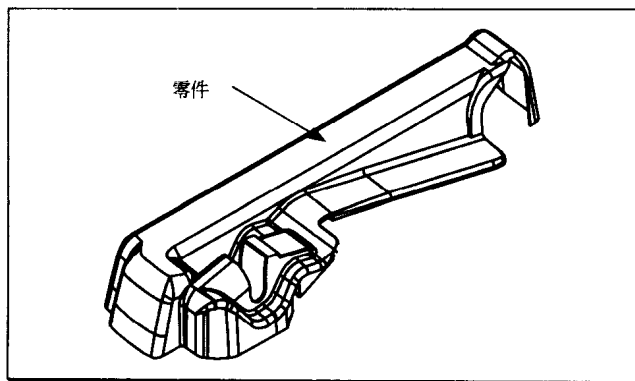

图 1-9 零件几何体
- 2) 毛坯(Blank)几何体: 毛坯是欲加工成 3D 模型形状的材料, 一般均为大于 3D 模型的矩形体。如上图的 3D 模型, 使用的毛坯矩形体如图 1-9 所示。毛坯在仿真切削时是一必须定义的数据项, 如没有设定毛坯几何体, 则无法执行仿真切削。